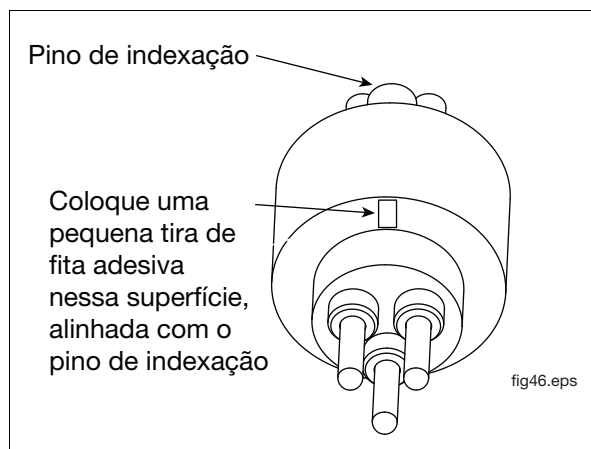

Figura 54. Posicionamento do marcador de alinhamento da fita adesiva na frente do conector macho
12. Coloque um pequeno pedaço de fita adesiva no lado dos pinos do conector em linha com o pino de indexação (consulte a Figura 54).